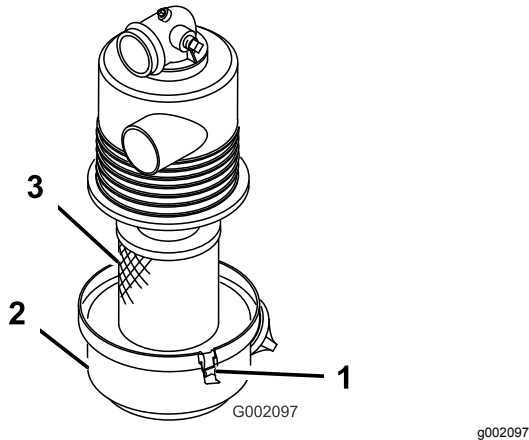

Figura 18
1. Inspeccione la carcasa del limpiador de aire por si hubiera daños, que podrían causar una fuga de aire. Asegúrese de que la tapa hace un buen sello alrededor de la carcasa del limpiador de aire (Figura 18).
2. Abra los enganches que sujetan la tapa del filtro de aire a la carcasa del filtro de aire (Figura 18).
3. Separe la tapa del filtro de aire de la carcasa del filtro de aire, y limpie el interior de la tapa (Figura 18).
3. Instale el elemento del filtro de aire en la carcasa del filtro de aire (Figura 18).
4. Alinee la tapa del limpiador de aire con la carcasa del limpiador de aire (Figura 18).
5. Sujete la tapa a la carcasa con los enganches (Figura 18).